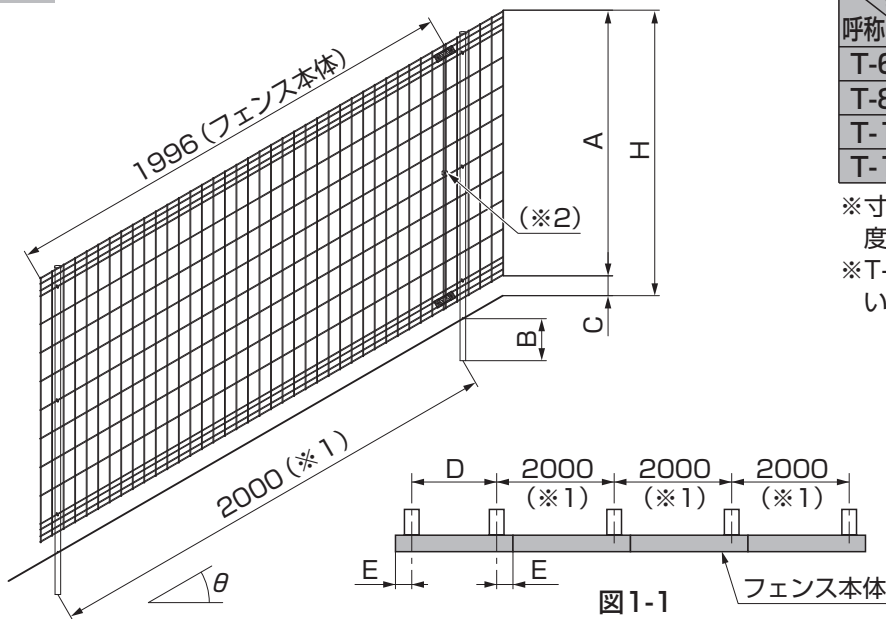
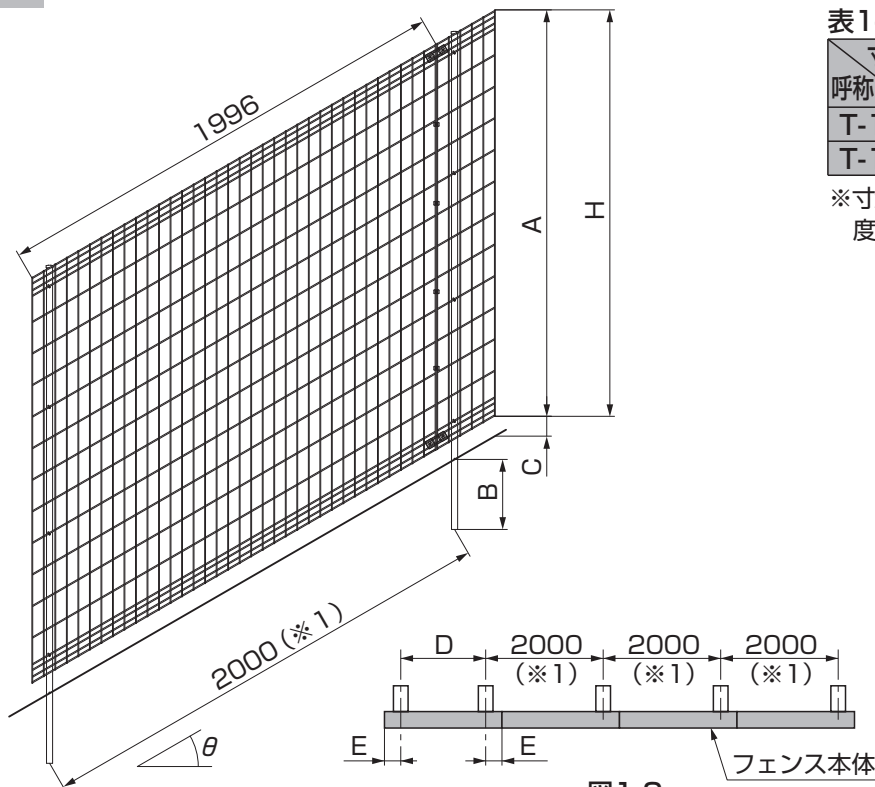

図1-1
図1-2
- フェンスの最初のスパンの柱は図1-1/表1-2、図1-2/表1-4にしたがって施工してください。